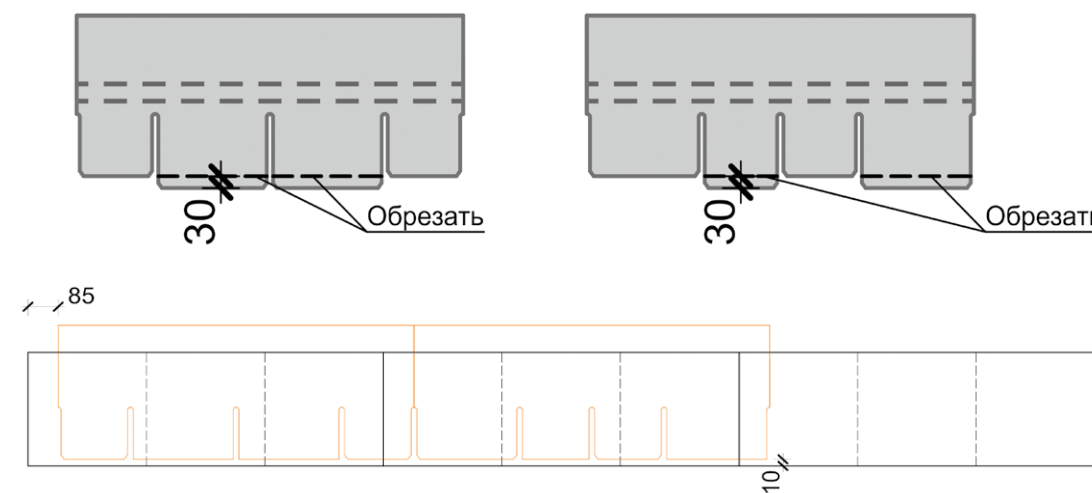

Рис. 22. Подрезка лепестков первого ряда гибкой черепицы коллекции «Саппоро».
8.2.10 При монтаже гибкой черепицы Döcke LUX коллекции «Саппоро» первый ряд гибкой черепицы необходимо подрезать, как показано на рис. 22.